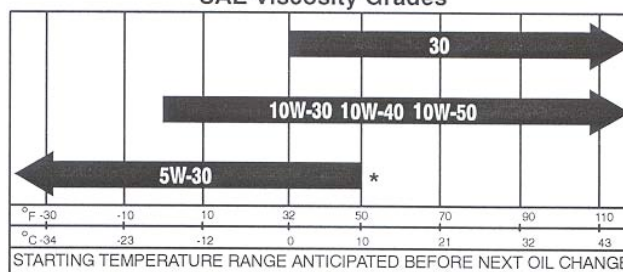

図 13
3. オイルは、API（米国石油協会）の SH またはそれ以上のグレードの高品質洗浄オイルを使用します。オイルの粘度は図 13 の表にしたがって選択してください。